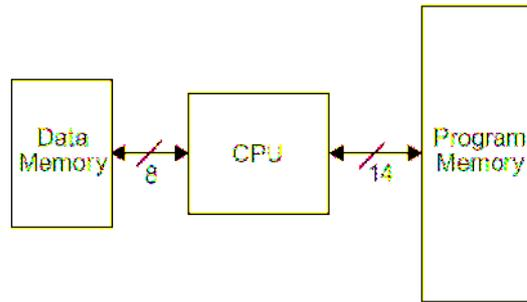

Fig.2 Architecture Harvard
- L'architecture HARVARD (figure 2) utilisée par les microcontrôleurs PICS est basée sur deux bus de données. Un bus est utilisé pour les données et un autre pour les instructions.